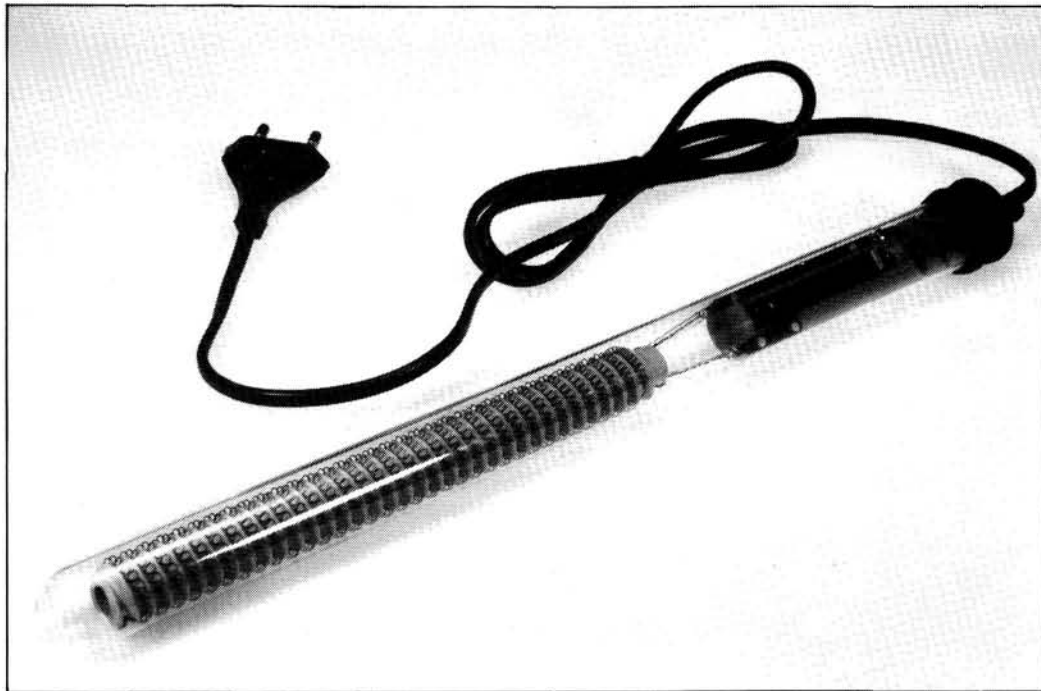

Figure 3 - Gros-plan sur la résistance chauffante. Le bouton de réglage se trouve près du cordon d'alimentation.
Nous voici en possession d'une cuve verticale étanche, contenant un peu moins de trois litres et munie d'une rampe d'agitation à l'air. Il nous reste à prévoir le chauffage du bain. Il sera assuré par un élément chauffant d'aquarium, d'une puissance de 100 W (**figure 3**). C'est le diamètre du tube de verre qui détermine l'épaisseur de la cuve ; vous avez donc intérêt à trouver un modèle long et mince de préférence à un petit trépan. Le thermostat d'origine, incorporé dans le tube de
L'oscillogramme de la figure 3 (en haut) donne une idée de la succession des charges et des décharges de C1. La durée de la charge est déterminée par la valeur de R1, R2, C1 et par les caractéristiques du temporisateur lui-même. La durée de la décharge dépend de R2 et de C1 uniquement. Tant que l'entrée Ucommande ne se voit appliquer aucune tension de commande, la fréquence à laquelle se suivent les charges et les décharges de C1 reste invariable.
Cette progression ressemble à celle de la trace inférieure de l'oscillogramme de la figure 3. Il nous reste à vous montrer comment l'obtenir en pratique.
**Figure 3 - Sur cet oscillogramme, la trace du haut rend compte non seulement des charges et décharges successives du condensateur C1, mais aussi de l'évolution de la tension de commande (à variation lente) appliquée à la broche 5 telle qu'elle apparaît séparément sur la trace du bas. La tension de commande se superpose aux charges et décharges du condensateur aux bornes duquel règne une tension moyenne tantôt proche tantôt éloignée des seuils de commutation du multivibrateur. Plus la tension est proche des seuils de commutation, plus la fréquence des impulsions de sortie (non représentées ici) est rapide. Plus la tension moyenne sur le condensateur est éloignée des seuils de commutation, plus la fréquence des impulsions de sortie sera basse.**